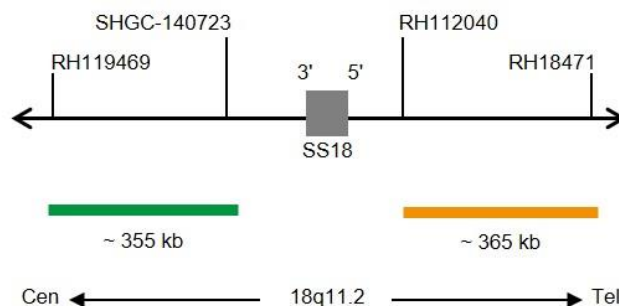

Fig. 1: SPEC SS18 Mapa da sonda (sem escala)
- Polinucleótidos (~10 ng/μl) com marcação ZyGreen (excitação 503 nm/emissão 528 nm), dirigidos ao mapeamento de sequências alvo em 18q11.2\* (chr18:23,109,942-23,466,217) proximais à região de quebra do SS18 (ver Fig. 1).
- Polinucleótidos (~4.5 ng/μl) com marcação ZyOrange (excitação 547 nm/emissão 572 nm), dirigidos ao mapeamento de sequências alvo em 18q11.2\* (chr18:23,772,255-24,137,169) distais à região de quebra do SS18 (ver Fig. 1).